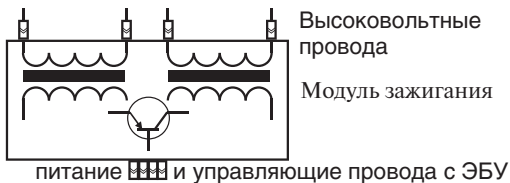

Рис. 2: Модуль зажигания
- ★ к управляющему проводу модуля зажигания, рис. 2